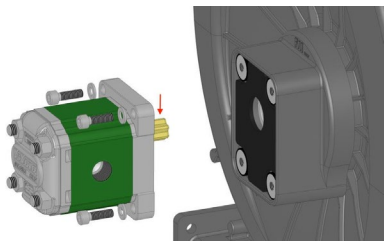

FIGURA 7
- Destornillar los 4 tornillos M6 de cabeza cilíndrica que fijan el motor y extraerlo axialmente (FIGURA 7);